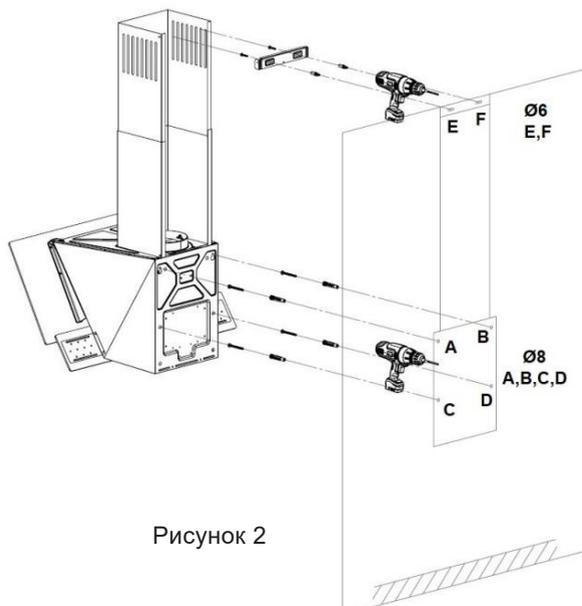

Рисунок 2
1. Просверлить в стене отверстие $\varnothing 8 \text{ мм}$, используя шаблон для установки (**A, B, C, D**), который находится в коробке вместе с монтажным оборудованием. В полученные отверстия вставить пластиковые заглушки $\varnothing 8 \text{ мм}$ (Рис.2).